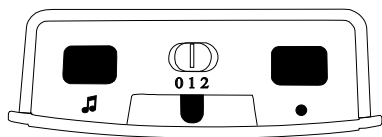

Figure 6 : Face supérieure
À l'aide de l'interrupteur coulissant de sélection du signal (fig. 6 « 0 1 2 »), vous pouvez choisir le type de signalisation.
- a) Appuyez longuement sur la touche (fig. 6). Les symboles s'allument les uns après les autres. Relâchez la touche dès que le symbole souhaité s'allume.
- c) Appuyez pendant 2 secondes sur le bouton de sélection de la mélodie «» (fig. 6). Relâcher le bouton et réappuyez sur le bouton de sélection de la mélodie aussi souvent jusqu'à ce que vous ayez trouvé la séquence de son que vous souhaitez (16 séquences de sons au choix).
- b) Poussez ensuite simultanément sur la touche «» et le bouton de sélection de la mélodie «» (fig. 6), jusqu'à ce que tous les symboles s'allument brièvement ensemble.